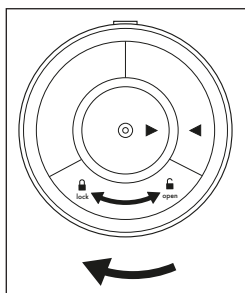

Fig. 2
- Reinserire la chiusura del vano pile 13. Ruotare la chiusura del vano pile 13 in senso orario verso **lock** 🔒 finché i due segni ► ◀ non si trovano alla stessa altezza e la chiusura del vano pile 13 non s'innesta in modo udibile (vedere fig. 2).